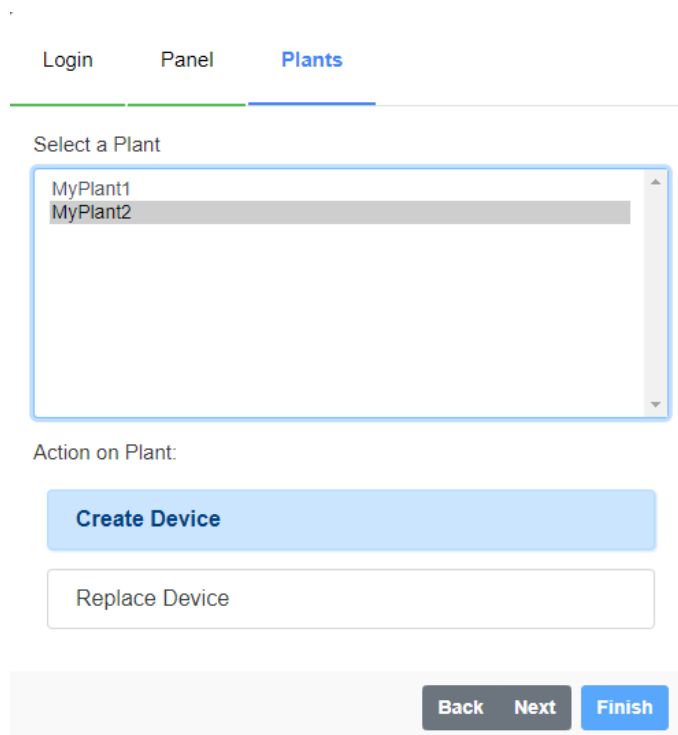

Figura 7.16: Ação na planta do MFM do WEGscan 1000
- o avance para o **Passo 13** (se opção “Create Device” - Figura 7.16);